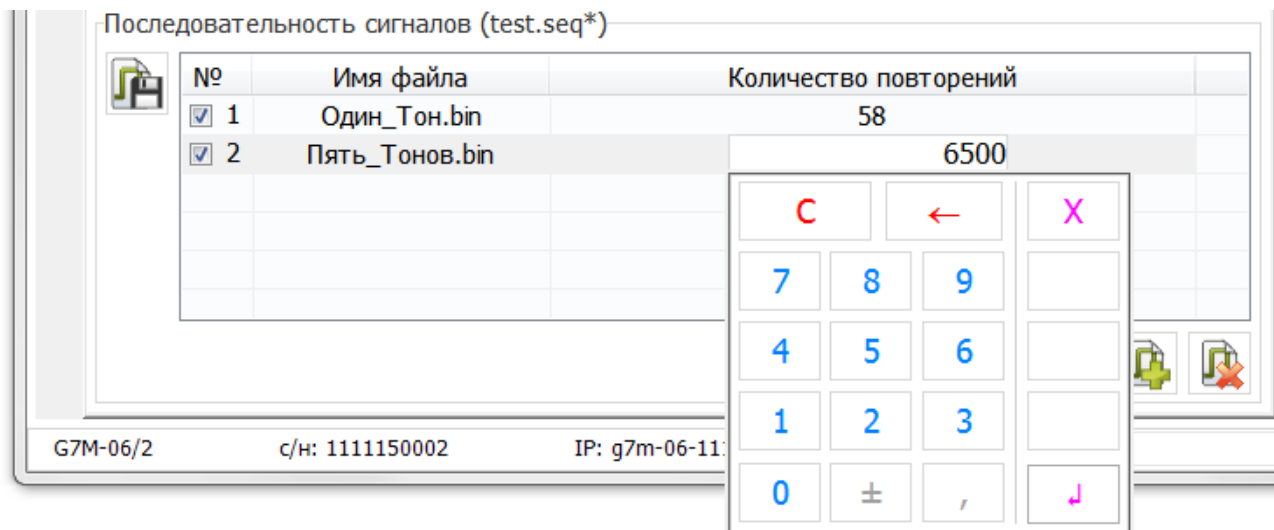

Рисунок 5.54 – Экранная клавиатура
2) вызвать экранную клавиатуру двойным нажатием на поле «Количество повторений» (рисунок 5.54);